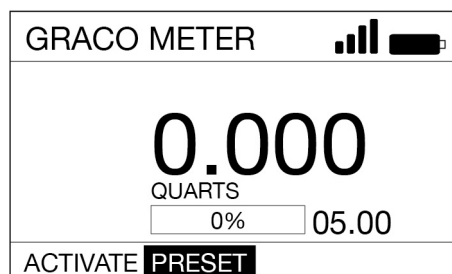

FIG. 32
3. Utilice la FLECHA DERECHA para resaltar PRESET (H) en la pantalla. Pulse el botón INTRO para seleccionar PRESET (FIG. 32).